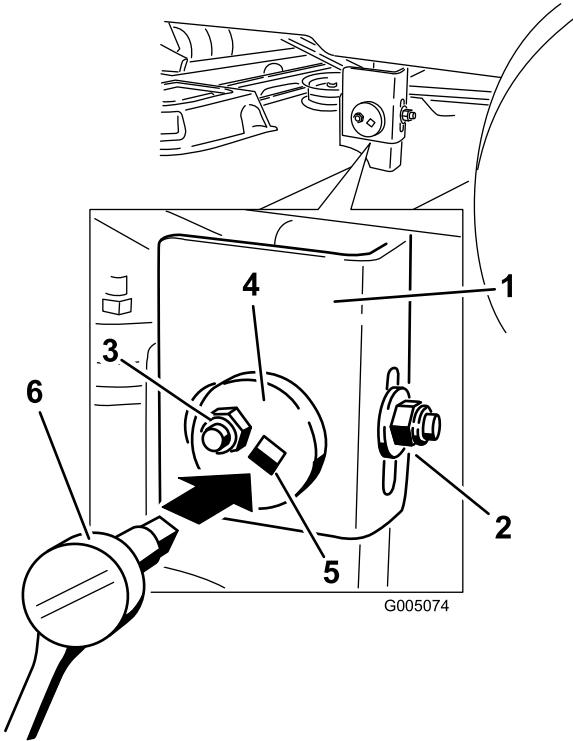

Bild 36
7. Bewegen Sie die linke Seite der Maschine. Lösen Sie (nicht entfernen) die hintere Sicherungsmutter am Hängeprofil (Bild 36).
8. Lösen Sie die seitliche Sicherungsmutter am Hängeprofil so viel, dass Sie die Exzenterplatte einstellen können (Bild 36).
9. Stoppen Sie das Mähwerk an der eingestellten Stellung und ziehen Sie die seitliche Sicherungsmutter am Hängeprofil fest, um die neue Stellung zu arretieren (Bild 36).